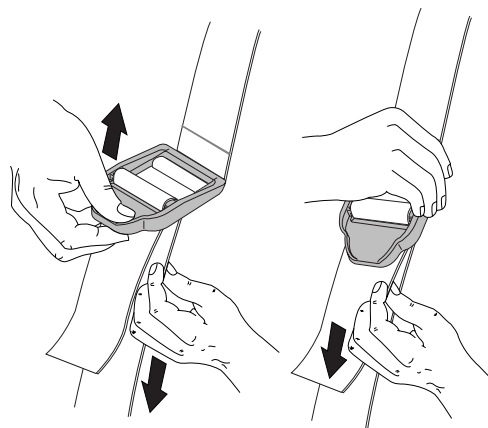

Fig. 8
4. Ajuste la longitud a la medida del operador. Tire de la lengüeta para alargarla, tire de la correa para acortarla (Fig. 8).